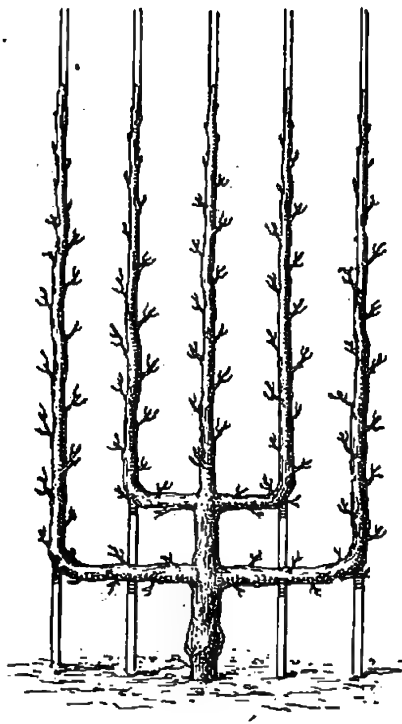
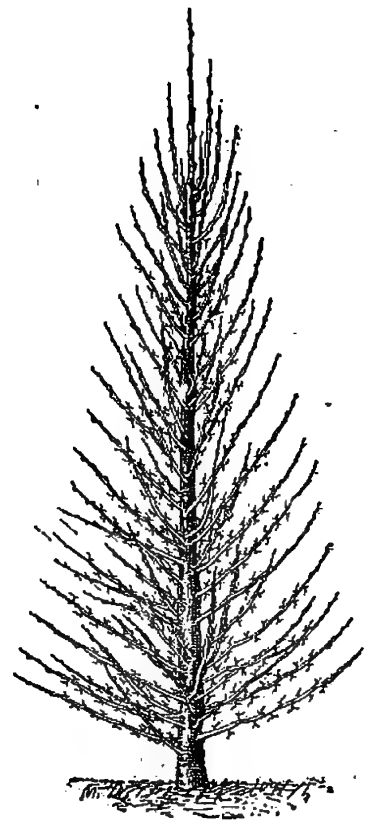

Fig. 412. — Palmette (en contre-espalier).
Fig. 413. — Pyramide (arbre de plein air).
**5. Formes données aux arbres.** — Aux arbres cultivés en plein air, on donne une **forme arrondie** : *pyramide* (fig. 413), *vase*. On réserve les **formes plates** comme la *palmette* (fig. 412) et le *cordon* aux arbres cultivés en *espalier* ou en *contre-espalier*.